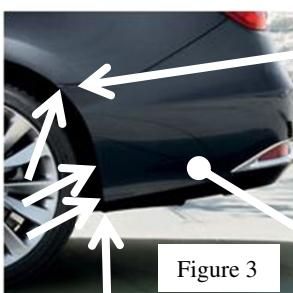

Figure 3
3. Enlever quatre (4) vis sur le carénage au passage de roue. Des deux côtés. Une vis dans le bas du carénage, deux derrière la roue, et une directement en haut, derrière le carénage du pare-chocs aux points de connexion du panneau latéral. Voir la Figure 3. En raison des variantes d'un modèle de véhicule à l'autre, des fixations différentes ou supplémentaires sont peut-être ignorées ici, il faut donc s'assurer d'enlever toutes les fixations avant de retirer le carénage.